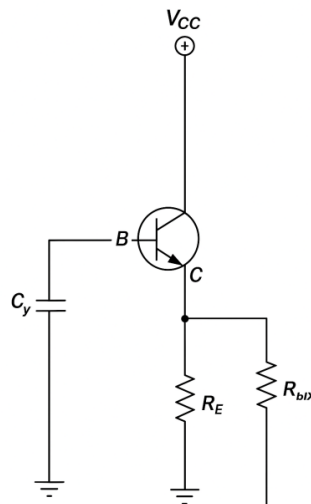

Рисунок 2 Емітерний повторювач (Спільний колектор, СК)
1. Зберіть схему 2 (Рис.2) (Емітерний повторювач).
2. Зібрати схему неінвертуючого підсилювача (рис. 2), провести його аналіз для вхідних та вихідних параметрів та розрахувати елементи схеми для отримання заданого  $K_U$ . Порівняти розрахункові та вимірні значення, заповнити порівняльну таблицю результатів.
1. Зібрати схему неінвертуючого підсилювача (див. Рис. 2).
Рисунок 2 схема неінвертуючого підсилювача